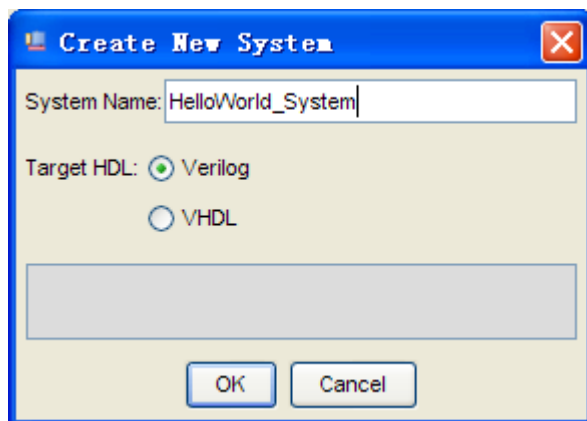

图 6-1 添加系统名称并指定语言
3. 点击 Quartus II 软件右上方图标打开 SOPC Builder，创建一个 SOPC 系统。填写系统名称为 HelloWorld_System，并指定 Verilog 为描述系统的语言（注意：在添加系统名称时不可以与工程名相同）如图 6-1。